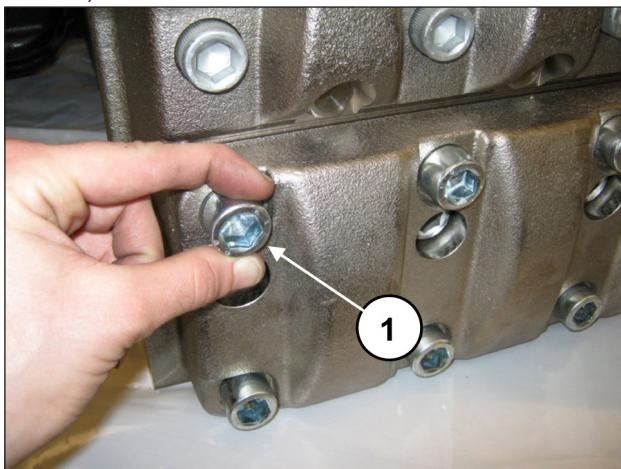
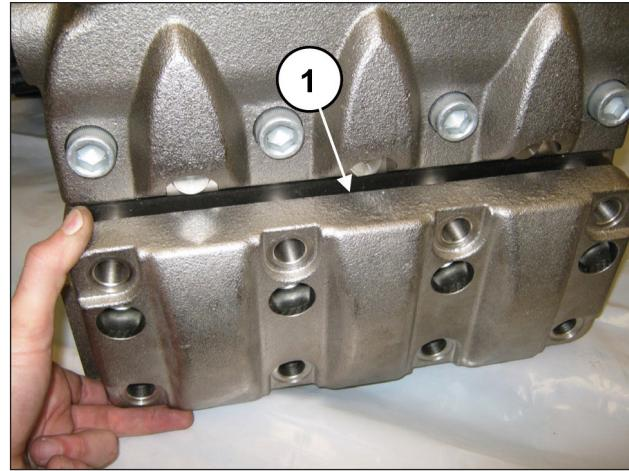

Рис. 138
Рис. 139
Открутите 8 винтов M16x45 крышки узла всасывающих клапанов (поз. ①, Рис. 138) и снимите крышку (поз. ①, Рис. 139).